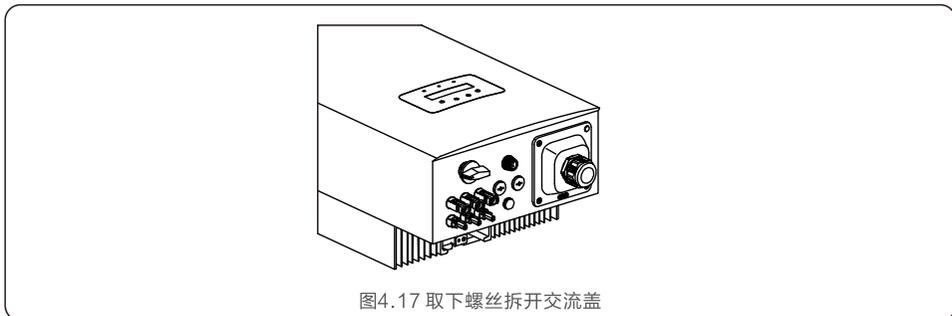

图4.17 取下螺丝拆开交流盖
3. 将逆变器交流接线盒上的4个螺丝拆下取下交流接线端盖(如图4.17)。